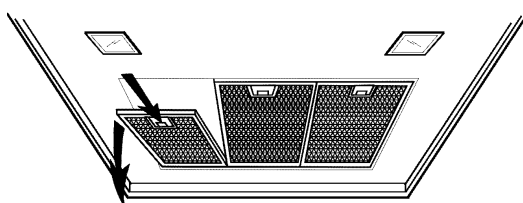

fig.1
2. Poussez les arrêts vers l'intérieur de la hotte et tirez les filtres vers le bas (fig. 1).